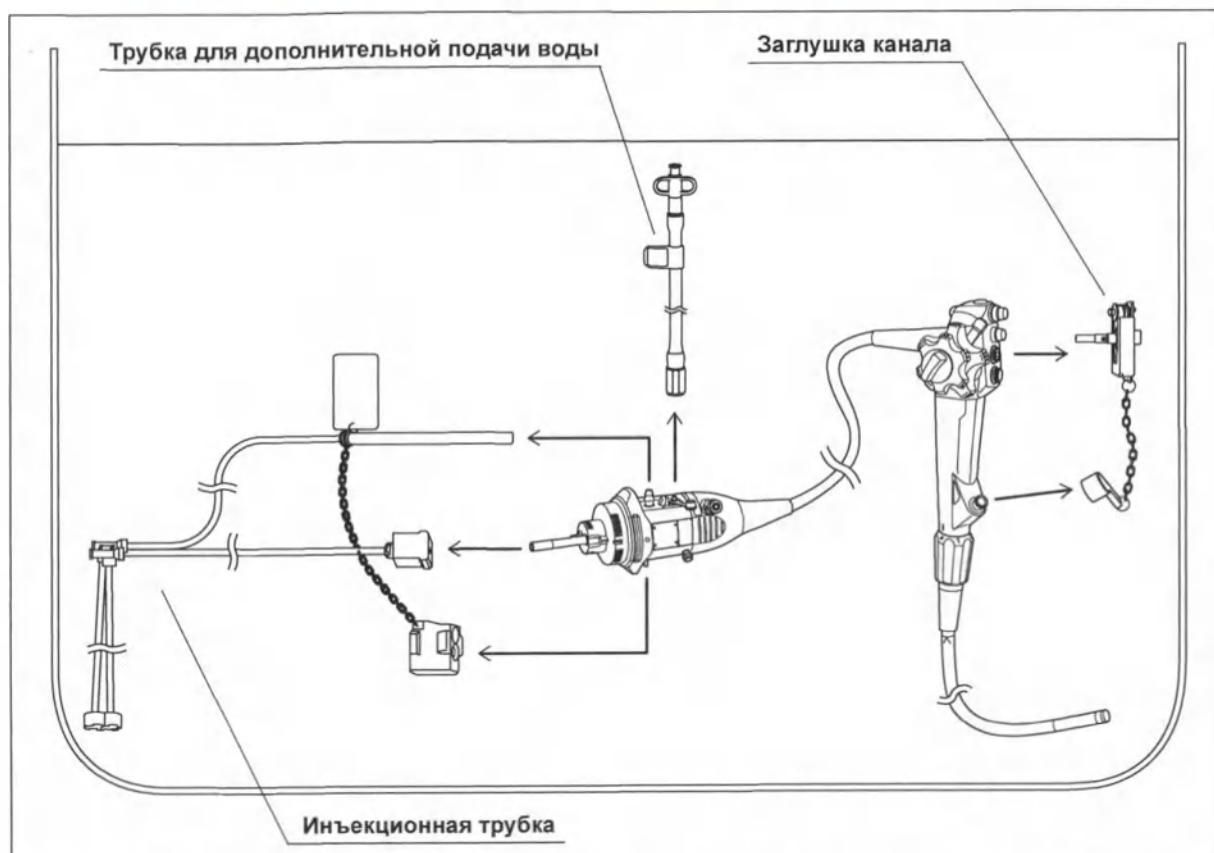

Рисунок 5.69
- 3 Отсоедините от эндоскопа заглушку для канала (MH-944), инъекционную трубку (MH-946) и трубку для дополнительной подачи воды (MAJ-855). (см. рис. 5.69)